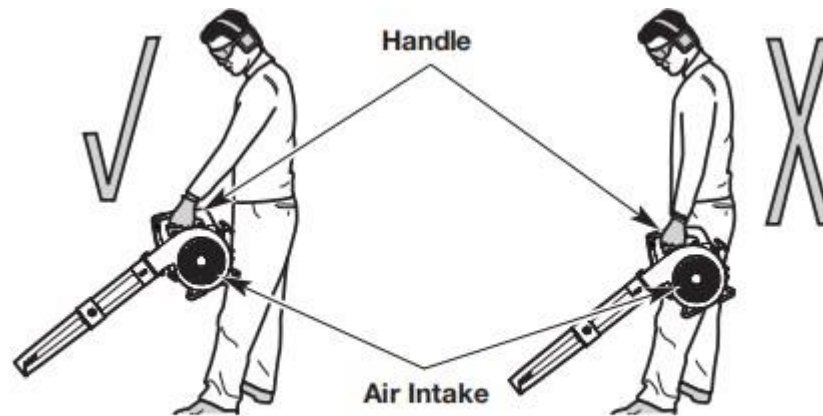

Fig. 8
- Stellen Sie sich in die Arbeitsposition (Abb. 8). Stellen Sie sich gerade hin. Bücken Sie sich nicht.
- Halten Sie das Gerät vor Ihrem Körper und vom Körper weg (Abb. 8).
Um schwere Verletzungen oder Schäden am Gerät zu vermeiden, dürfen Sie das Gerät NICHT an der Seite halten (Abb. 8). Der Motor kann sehr heiß sein. Blockieren Sie NICHT den Lufteinlass.